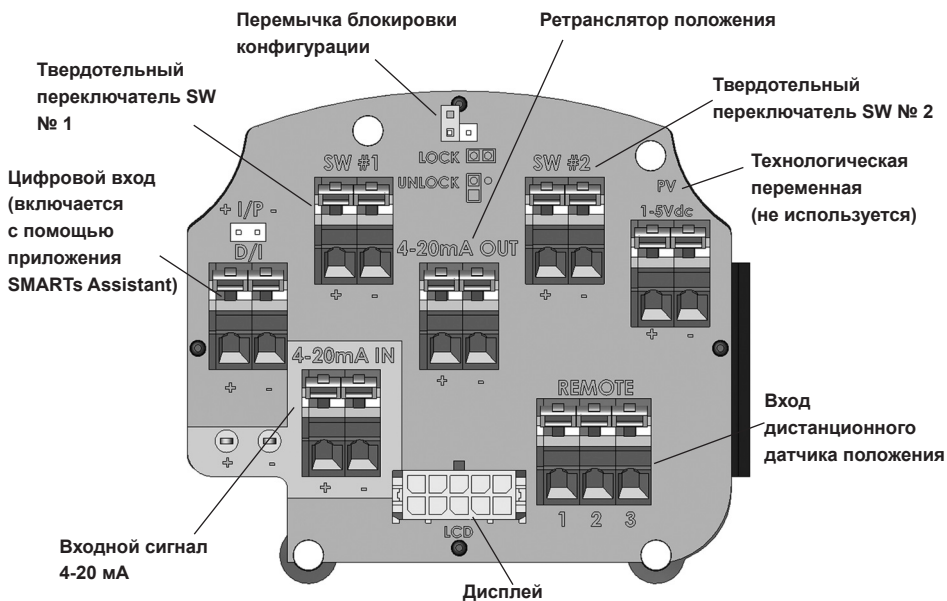

Рисунок 27 - Подключения к модулю электроники (через клеммную плату)
1. Ослабьте четыре (4) винта крышки и снимите крышку SVI II AP. Подсоедините клеммы +/- к источнику тока, + к + и - к -. См. Рисунок 27 на стр. 51. Установите на место крышку и дисплей.